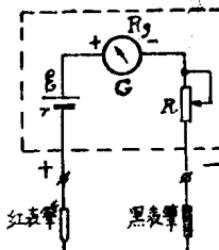

图 17
1. 构造：欧姆表是由电流表G，可变电阻（调零电阻）R和电池串联组成（如图17）。